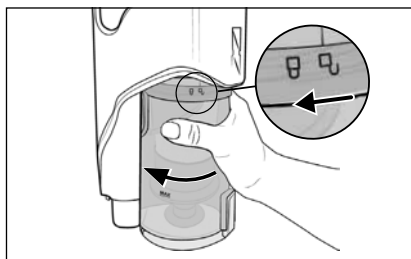

Bild 19
- 2) För att ta av dammbehållaren **7** vrider du den mot symbolen (öppna) tills den lossnar från dammsugaren (se bild 19).